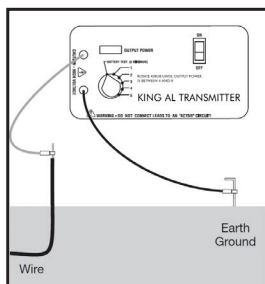

FIGURA 1: Configuración del transmisor
1. Ponga el transmisor en la posición "off" (apagado). Use la punta proporcionada para conectar el conductor de color negro a una conexión a tierra en buenas condiciones. Conecte el conductor de color rojo al cable que se desea localizar. (Consulte la Figura 1)